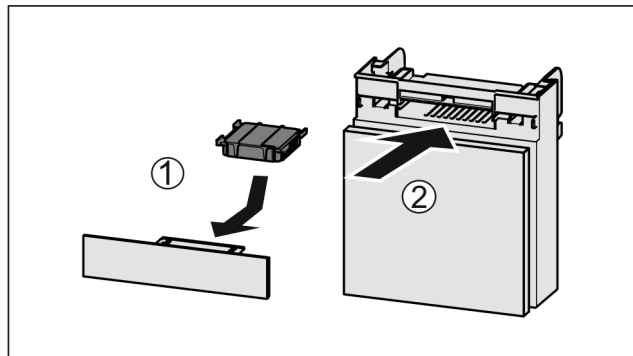

Fig. 74
- ▶ Вставити фільтр з активованого вугілля за малюнком Fig. 74 (1).
- ▶ Вставити відділення Fig. 74 (2).